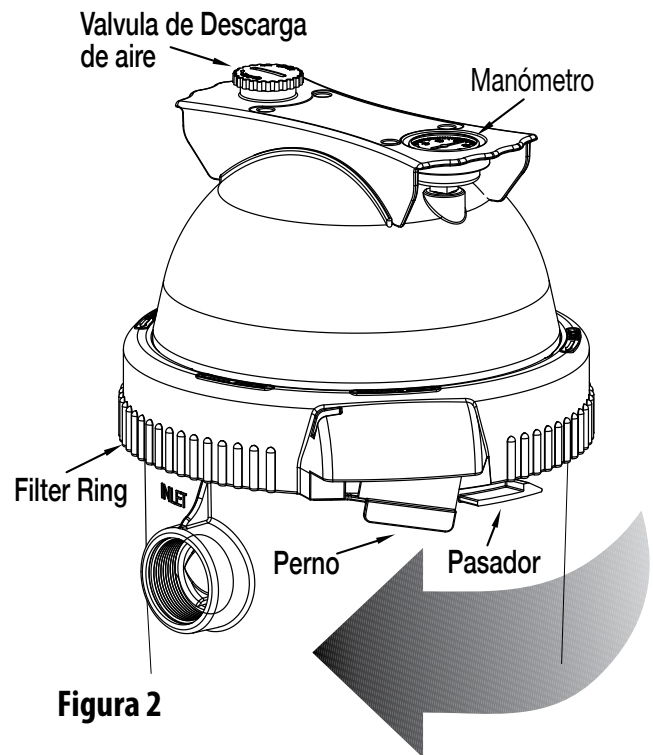

Figura 2
1. Trabe el Pro-Clean Ring firmemente en posición haciéndolo girar HACIA LA DERECHA hasta que haga "clic", después del pasador de seguridad (Consulte la Figura 2). Deje de girar en el momento en que el
2. Instale el manómetro y la válvula de descarga de aire (Consulte la Figura 2) en la tapa del tanque.
- C. Haga girar el Pro-Clean Ring hacia la derecha hasta que se trabe detrás del pasador de seguridad (Consulte la Figura 2).